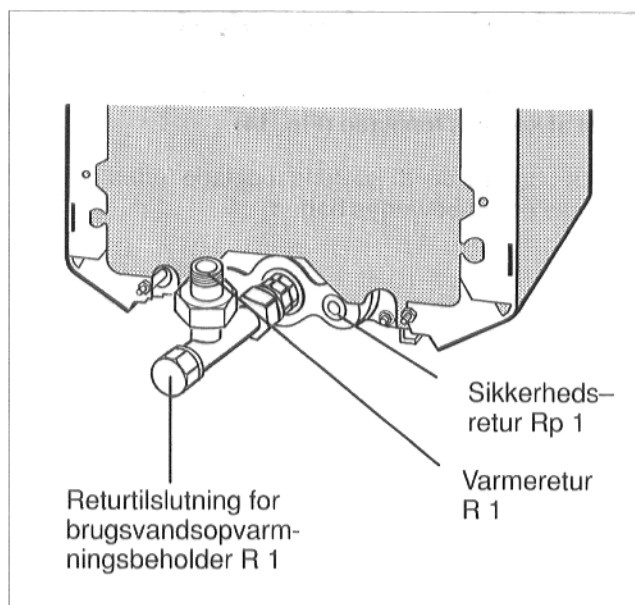
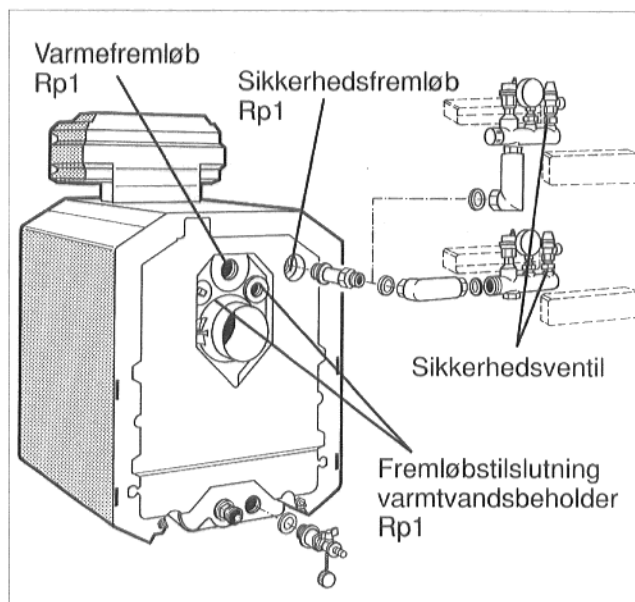

Fig. 12
Fig. 13
7.1 Varmeretur (Fig. 12)
Varmefremløb (VK) tilsluttes i midten over røggassamleren (se også Fig. 13, Fig. 44 og Fig. 45).
7.3 Sikkerhedsfremløb og sikkerhedsretur (Fig. 12 og Fig. 13)
Et sikkerhedssæt med sikkerhedsventil, manometer og luftudlader kan bestilles separat hos de enkelte Buderus filialer (Fig. 13).
7.4 Returtilslutning og fremløbstilslutning ved brugsvandsopvarmningsbeholder (Fig. 12 og Fig. 13)